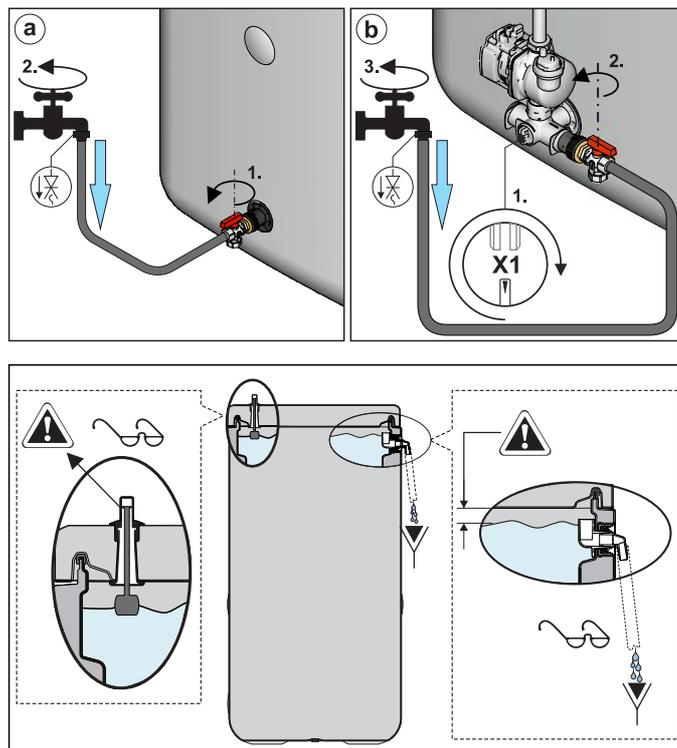

Fig. 4-5 Riempimento serbatoio ad accumulo inerziale - con raccordo di riempimento KFE
- Solo con $p=0$ impianto solare: posizionare l'inserto valvola all'angolare di raccordo in modo che sia aperta la via verso il tubo di scarico (fig. 4-5).
- Aprire il rubinetto di riempimento/svuotamento al **raccordo di riempimento KFE** ROTEX e l'alimentazione dell'acqua fredda e riempire il serbatoio Sanicube / HybridCube **finché non fuoriesce acqua dal troppopieno di sicurezza** (fig. 4-5, pos. 5).